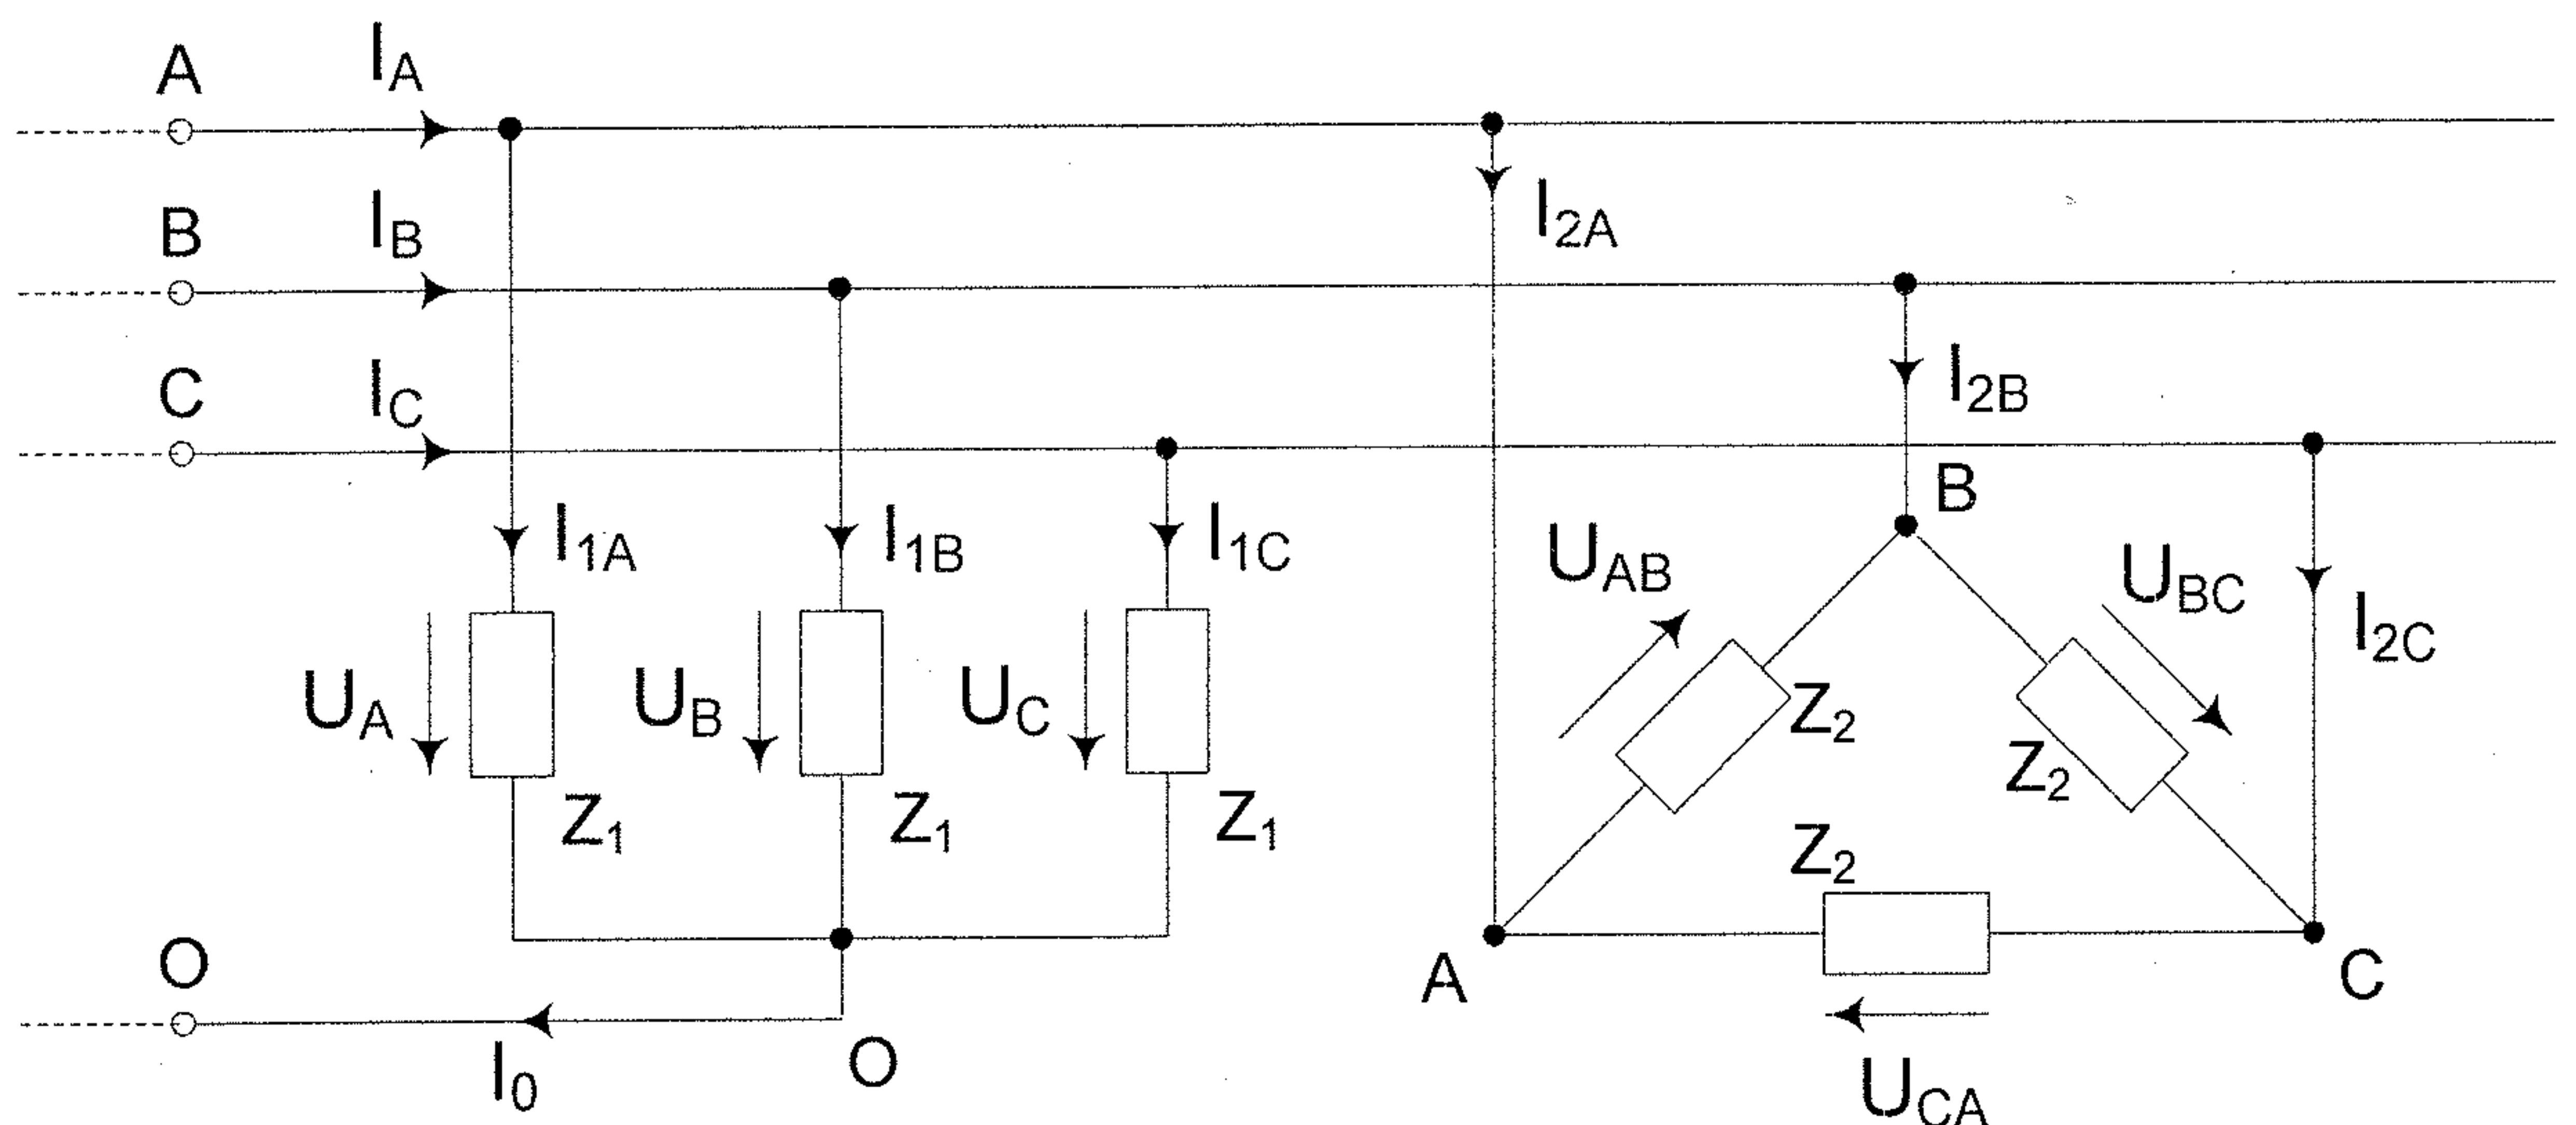

Рис.1. Схема симметричной трехфазной цепи
2. Осветительная нагрузка из n лампочек в каждой фазе, включенная по схеме «звезда с нулевым проводом» с номинальным фазным напряжением 220 В (рис. 1). Мощность каждой лампы $P_{л}$ приведена в табл. 1.
3. Трехфазный асинхронный электродвигатель, обмотки которого подключены к этой же сети по схеме «треугольник» (рис. 1). В таблице 1 приведены данные двигателя: полезная мощность $P_{Д}$, КПД η , коэффициент мощности $\cos \varphi$.